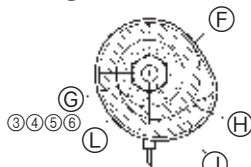

Fig. 7-3
- ⓐ Соединительная секция (Fig. 7-3)